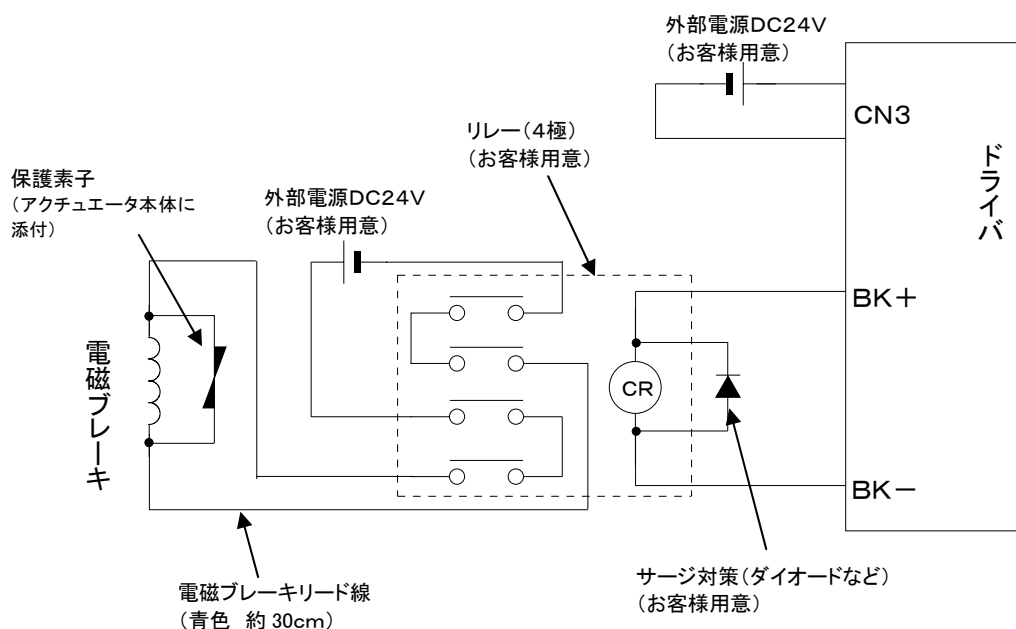

図3.7 電磁ブレーキ用推奨回路2
- リレーの接点容量は定格電流の10倍以上のものをご使用ください。それ以下の場合、4極のリレーを用い図3.7のように接続してご使用ください。有接点リレーの接点寿命を延ばすことができます。